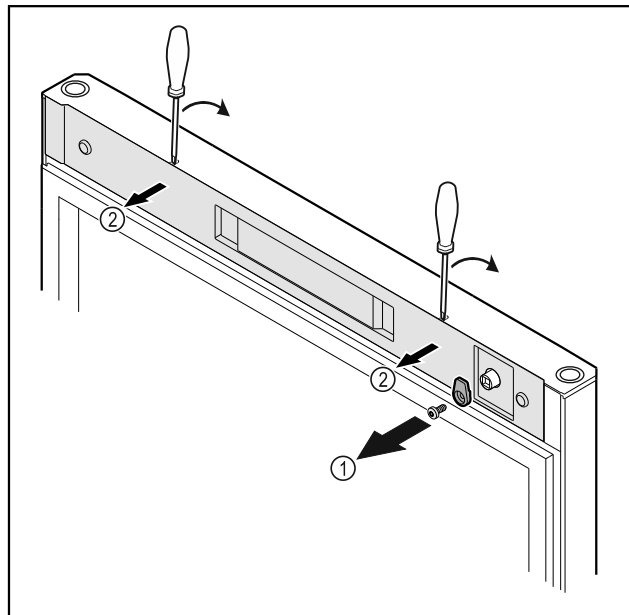

Fig. 10
- ▶ Odšroubujte petlici Fig. 10 (1).
- ▶ Uvolněte kryt Fig. 10 (1) malým šroubovákem a sejměte jej.